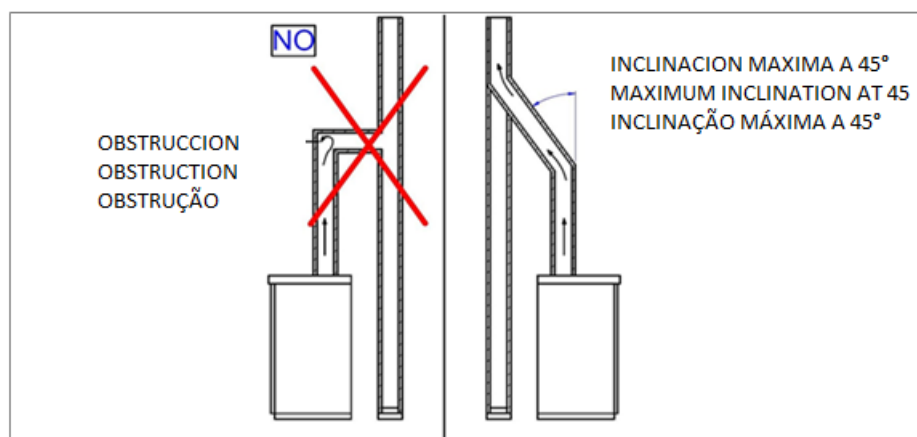

Figura 3
4. En el caso de embocadura del conducto de humos a una chimenea existente que no esté perfectamente perpendicular a la salida de humos del hogar o para aquellos casos en que la salida al exterior se efectuara por la fachada, la conexión de los conductos debe realizarse con la unión inclinada correspondiente. La inclinación, con respecto a la vertical, no podrá superar los 45° y no debe sufrir estrechamientos (**Vea figura 3**). Para ello se deberá hacer uso de curvas o codos homologados de 45°. Además se exige que dicha curva se empleará a partir de una longitud mínima de 2 m desde la salida de humos de la estufa.